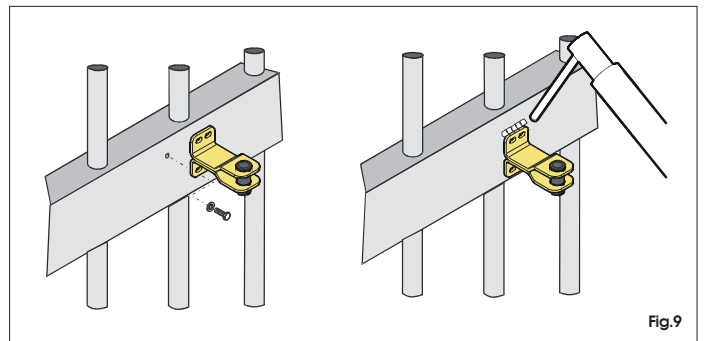

Fig.9
- Extraiga el empalme del operador para fijarlo a la hoja. El empalme puede soldarse directamente o bien atornillado utilizando insertos roscados (Fig. 9).